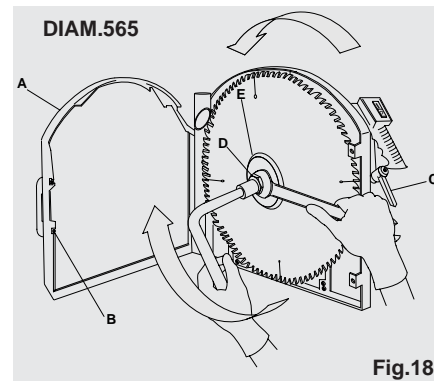

Fig.18
Åbn lågen (A) til klingedækkepladen med en nøgle på skruen (B), blokér dækkepladen for neden v.h.a. håndtaget (C). I denne tilstand har man tilstrækkelig plads til at slække møtrikken med venstredrejet gevind (D); hold motorakslen stillestående ved at indsætte en unbrakonøgle, som vist på fig. 18 og indstil med en åben nøgle i retningen med uret. Under denne handling skal man være påpasselig med ikke at skære sig på klingen; der henstilles til, at man bærer handsker. Træk den eksterne flange (E) ud, således at man får adgang til motorakslen; herpå skal klingen monteres/udskiftes. Gentag hele proceduren modsat for at fuldføre handlingen.
Vær meget omhyggelig med retningen af klingens tænder, og sørg for at den er, som vist på fig. 18.